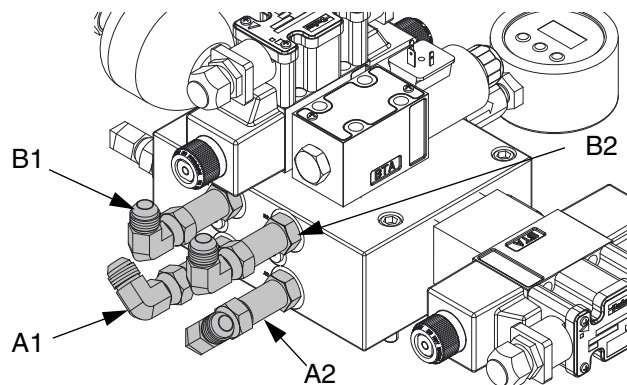

FIG. 21 : Boîtier hydraulique d'applicateur à tête L
7. Raccordez toutes les conduites hydrauliques sur le boîtier de l'applicateur. Consultez la FIG. 21, page 27.